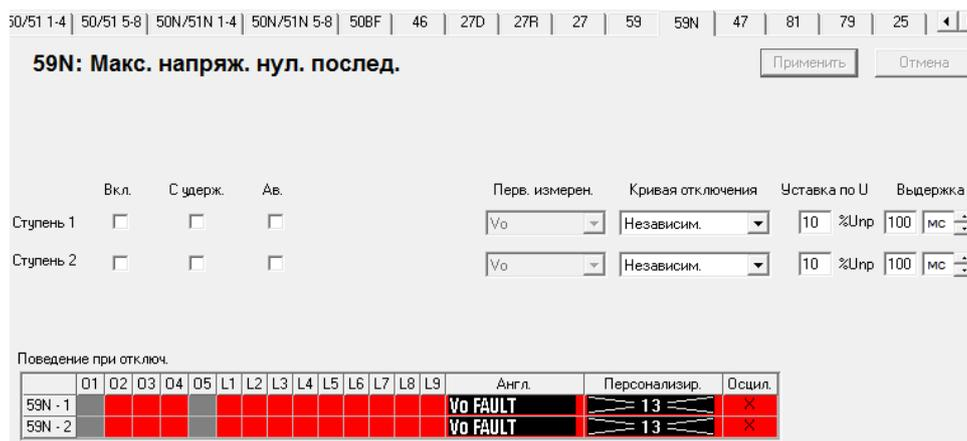

Рис. 5.24. Окно настройки защиты максимального напряжения нулевой последовательности
- Кроме защиты максимального напряжения SEPAM серии 80 включает также защиты максимального напряжения нулевой последовательности (рис. 5.24).